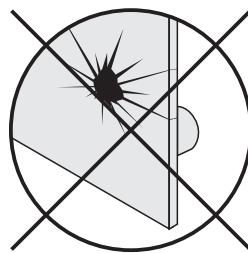

Рис. 2
3.7. Запрещается пользоваться дизайн-радиатором, если нагревательная панель имеет механические повреждения (рис. 2).